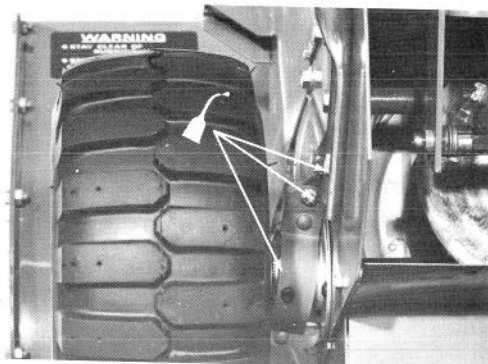

Abb. 26
2. Die Gelenkstellen beider Radkupplungen mit zwei Tropfen Öl schmieren (Abb. 26). Überschüssiges Öl abwischen.